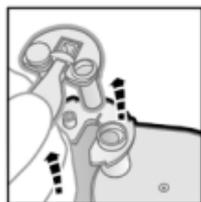

Fig. 1
2. Agarre la pestaña entre el pulgar y el índice mientras sujeta firmemente el cartucho con la otra mano y retire por completo la tapa del cartucho. (Fig. 1)